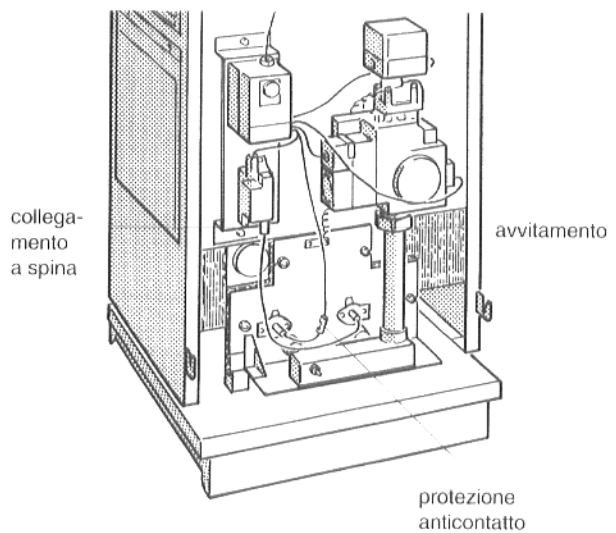

Fig. 20: Bruciatore a gas
- ✳ Staccare il bruciatore dall'apparecchiatura gas svitando il raccordo (Fig. 20).
- ✳ Staccare la spina del cavo di accensione al quadro comando del bruciatore (Fig. 20).
- ✳ Togliere la protezione anticontatto dal cavo di controllo (Fig. 20) ed allentare il collegamento a spina.